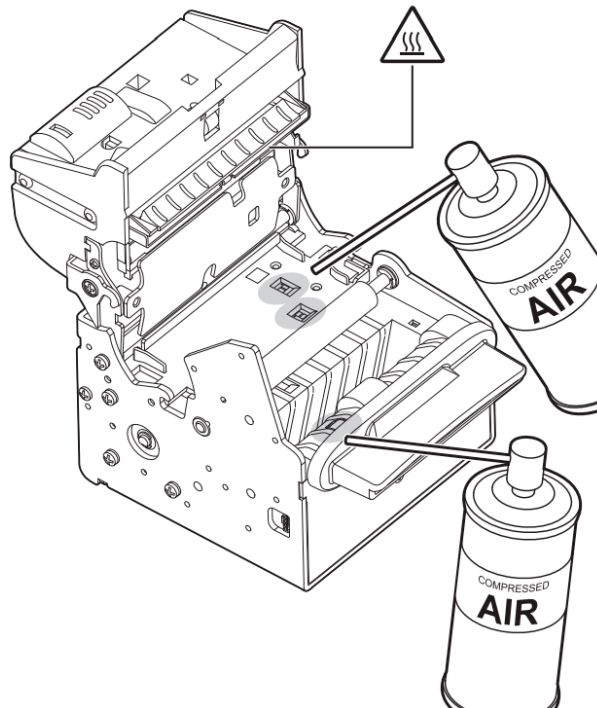

Рисунок 22. Очистка датчиков принтера (отмечены серым цветом на рисунке)
1. Очистка датчиков принтера сжатым воздухом (см. рис. 22). Для очистки не используйте спирт, растворители или жесткие щетки. Не допускайте попадания воды или других жидкостей внутрь принтера.